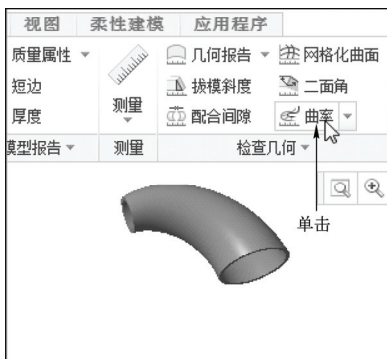

图 12-40 单击“曲率”按钮
STEP 02 在功能区选项板中切换至“分析”选项卡，单击“检查几何”面板中的“曲率”按钮，如图 12-40 所示。